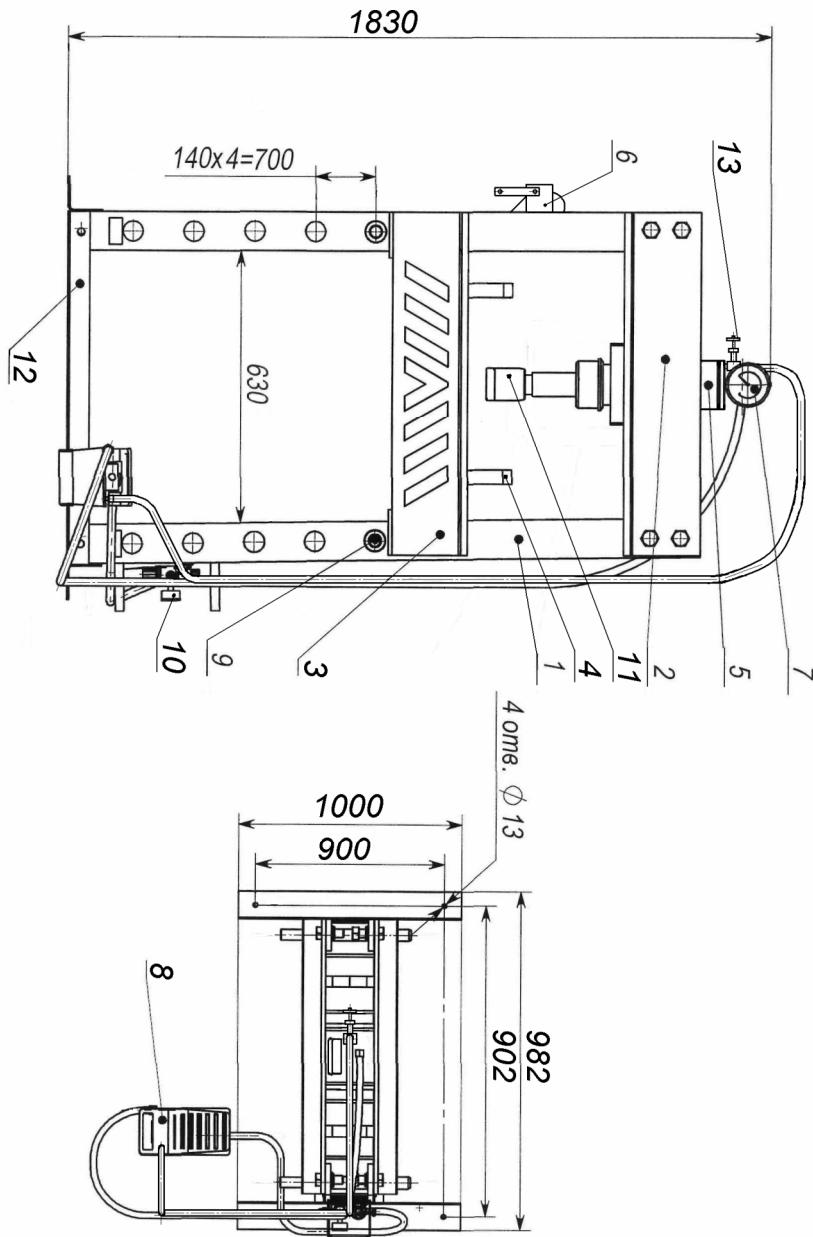

Рис. 1. Пресс П-120
- рама, состоящая из двух стоек поз. 1 (см. Рис.1), балки верхней поз. 2, балки опорной поз. 3 и основания поз. 12;
- 7.7. Для увеличения скорости обратного хода штока открыть вентиль (см. поз.13 на Рис. 1) слива масла из поршневой полости гидроцилиндра. После возвращения штока в исходное верхнее положение вентиль закрыть.